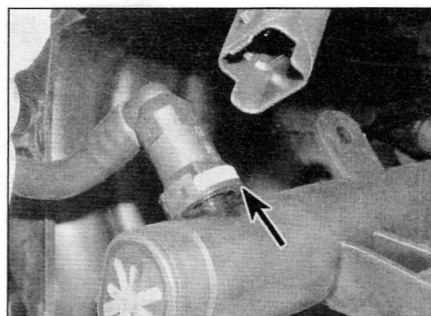

Рис. 13.7. Нажмите на зажим (отмечен стрелкой) и отсоедините топливный шланг от топливной рампы (модели с двигателем 1.4 л)
- 7 Учитывая сведения, данные в параграфе 7, отсоедините питающий топливный шланг, а на более ранних моделях и возвратный шланг. Для этого следует отпустить зажимы или рассоединить быстроразъемные муфты (рис. 13.7).